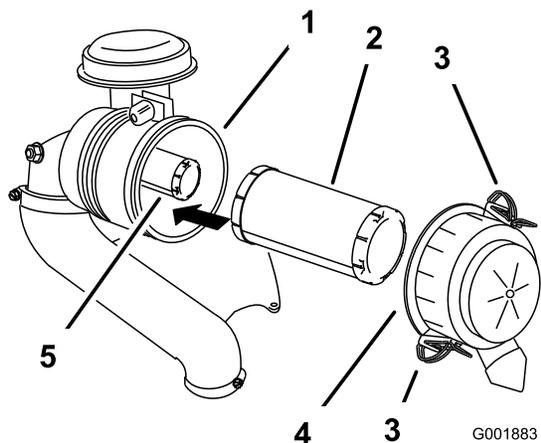

Figure 45
2. Ouvrez les dispositifs de verrouillage du filtre à air et enlevez le couvercle du logement du filtre (Figure 45).
- Sortez l'élément principal du logement du filtre avec précaution (Figure 45).
- Si vous remplacez l'élément de sécurité, insérez-le avec précaution dans le corps du filtre (Figure 45).
- Placez ensuite l'élément principal sur l'élément de sécurité avec le même soin (Figure 45).
- Reposez le couvercle du filtre à air, le côté portant l'inscription **UP** en haut, et fermez les dispositifs de verrouillage (Figure 45).